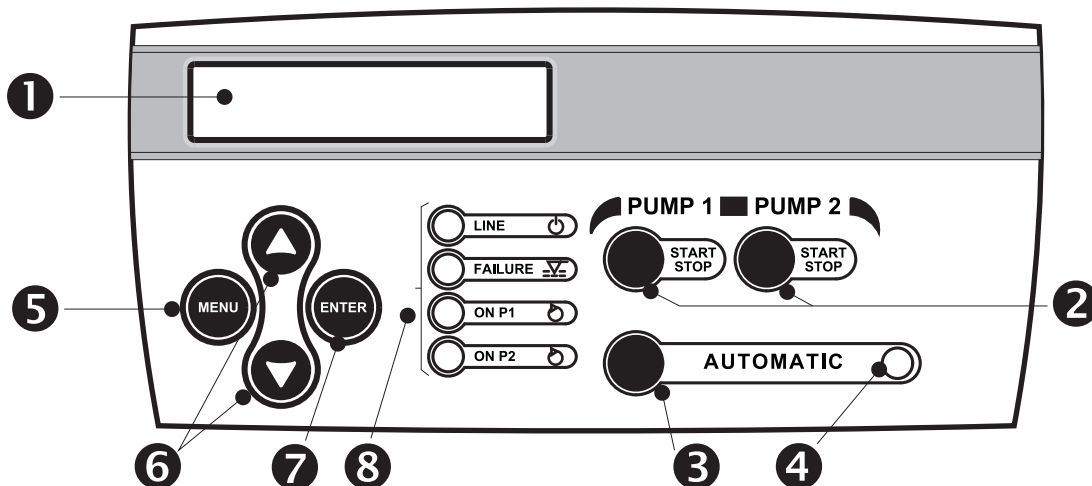

Fig. 9
- Tableau de contrôle (Fig.9):
PANNEAU AVANT (Fig. 9)